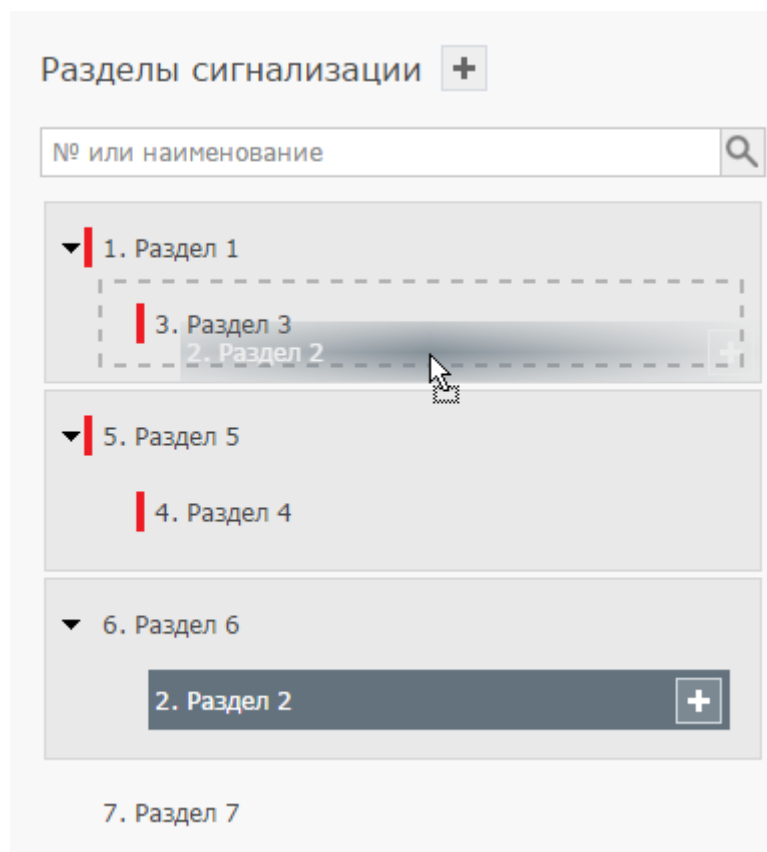

Рисунок 9.65 — Процедура переноса раздела
2. Удерживая левую клавишу мыши, перенесите «раздел» к области имени раздела, который будет родительским разделом. Область имени родительского раздела выделится серой пунктирной линией (рисунок 9.65).